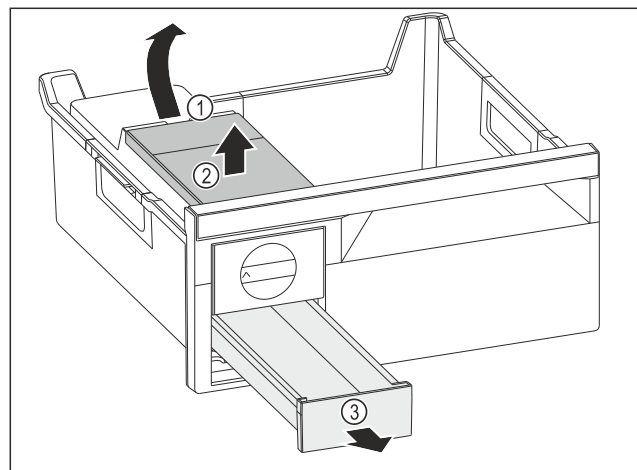

Fig. 111
- ▶ Изваждане на резервоара за вода: Повдигнете резервоара за вода при прореза Fig. 111 (1).
- ▶ Извадете резервоара за вода Fig. 111 (2) нагоре.
- ▶ Извадете чекмеджето за ледени кубчета Fig. 111 (3) напред.